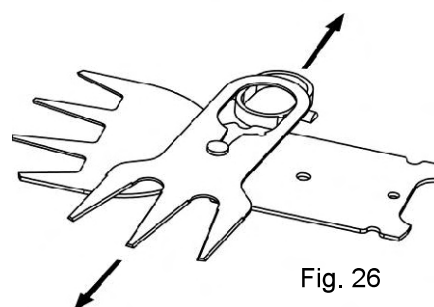

Fig. 26
Afilado de la cuchilla para cortar pasto (Fig. 26):
- Separe la cuchilla superior (24) de la cuchilla inferior (25) (Fig. 26).